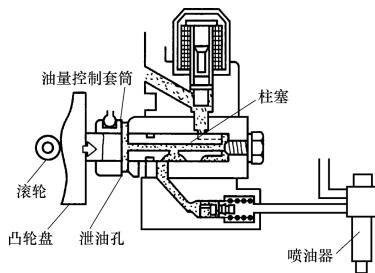

图 1-241 供油结束
(3) **供油结束** 如图 1-241 所示,柱塞在凸轮盘推动下继续右移,柱塞左端的泄油孔露出油量控制滑套的右端面时,泄油孔与分配泵内腔相通,高压油立即经泄油孔流入泵内腔中。柱塞压油腔、中心油道及分配油路中油压骤然下降,出油阀在其弹簧作用下迅速左移关闭,停止向喷油器供油。